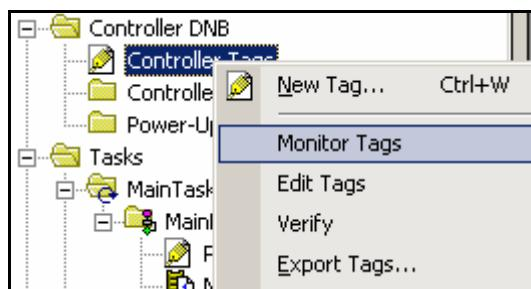

图 3-81 监视标签
15. 左键单击选择 Controller Tags ( 控制器域标签 ), 单击右键在弹出菜单中选择 Monitor Tags ( 监视标签 ), 弹出如图 3-81 所示窗口。